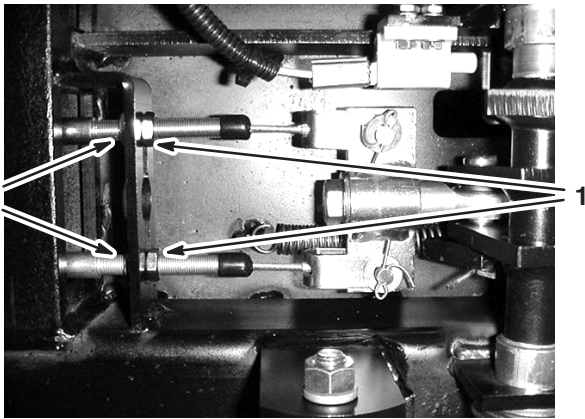

Figure 47
5. Desserrez les écrous avant sur les câbles de frein, sous l'extrémité avant du pulvérisateur (Fig. 47).
6. Serrez les écrous arrière uniformément jusqu'à ce que la pédale s'enfonce de 1 à 2 cm avant que vous sentiez une résistance (Fig. 47).